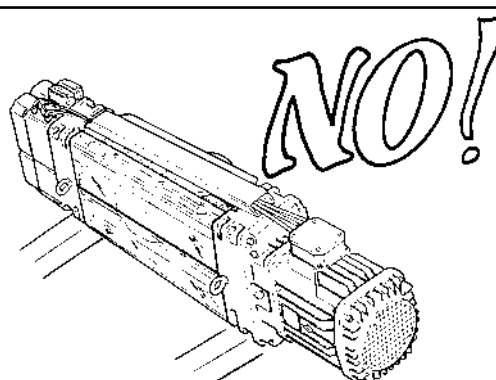

fig. 21
- *Le palan et le chariot doivent être posés et fixés de sorte que leur stabilité soit assurée, pendant toutes les phases de la manipulation, du transport et du stockage, veiller à ne pas les poser ou basculer en position verticale ou sur un côté (figure 21).*